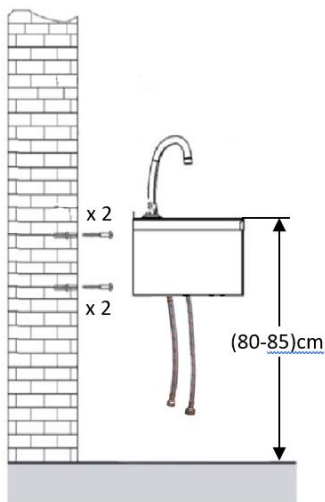

Fig.5
- Accrochez le produit aux vis murales déjà pointées sur les chevilles et serrez-les de manière à ce que le produit soit en sécurité (Fig.5). Il est essentiel de s'assurer que le produit est de niveau et bien fixé !